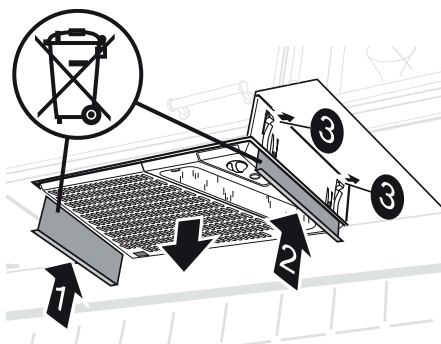

Fig. 5
Tryk afmonteringspladerne (1 og 2) op mellem emhætten og indbygningsrammen, så fjedrene (3) frigøres. Træk emhætten ned fra indbygningsrammen, Fig. 5.